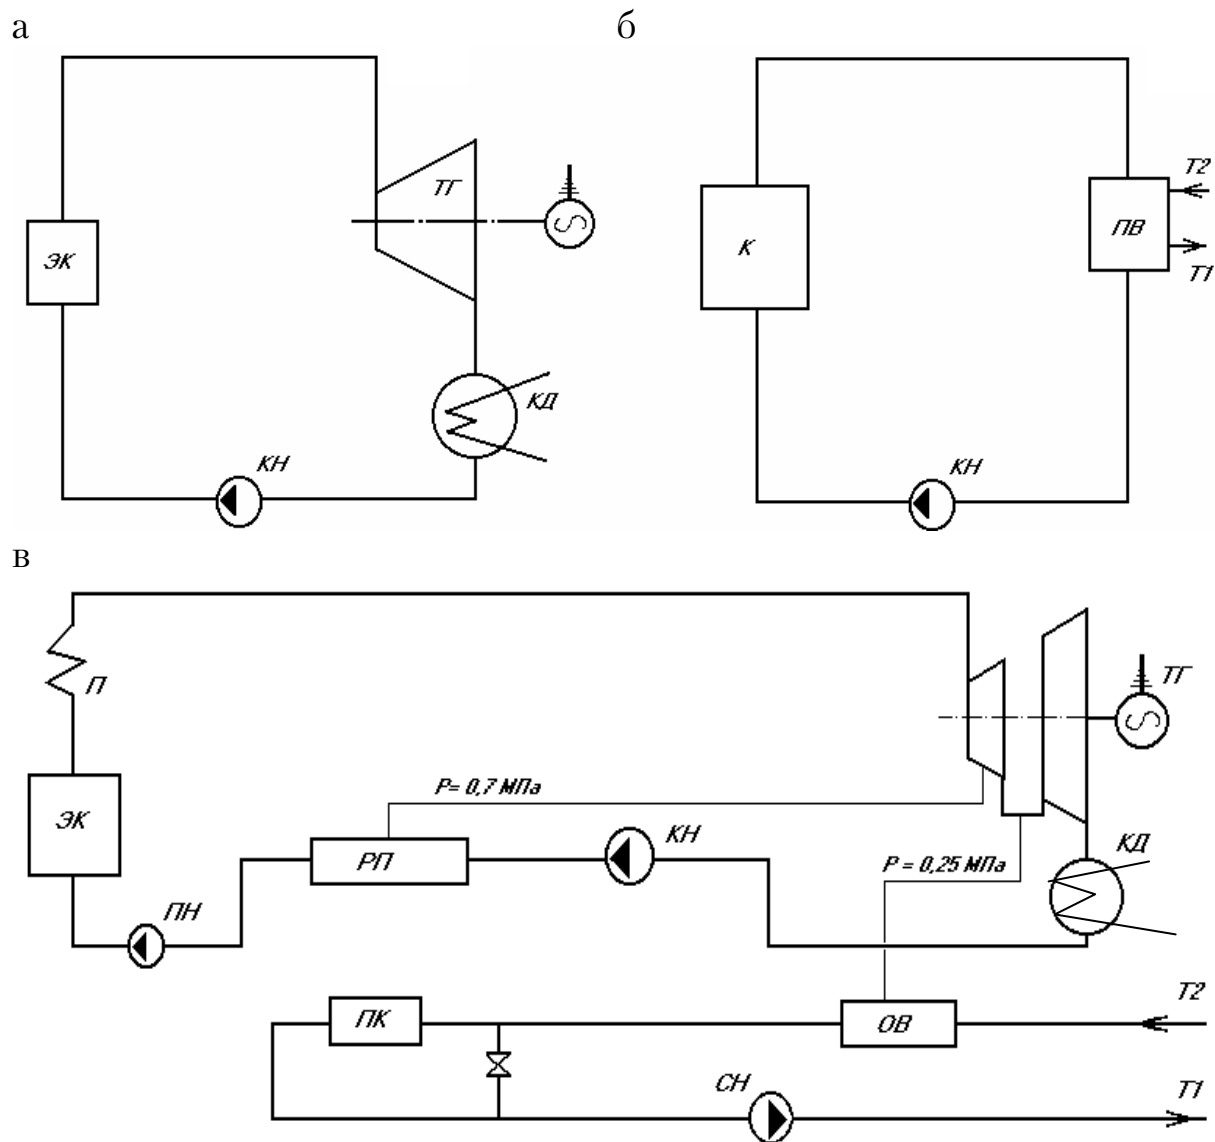

Рис. 12. Тепловые схемы
Простейшие тепловые схемы представлены на рис. 12.
4. Поясните тепловую схему, приведенную на рис. 12,в.